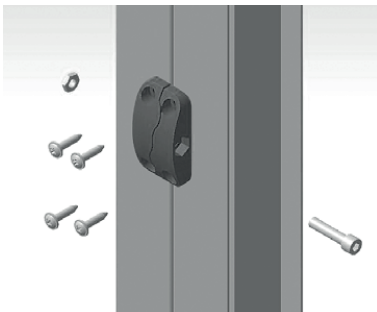

Рис. 5 Крепление наружной межсекционной стяжки
4. Болтами М8х35 с потайной головкой под шестигранный ключ (входят в комплект поставки), соединить секции при помощи предустановленных наружных межсекционных стяжек (рис. 5)